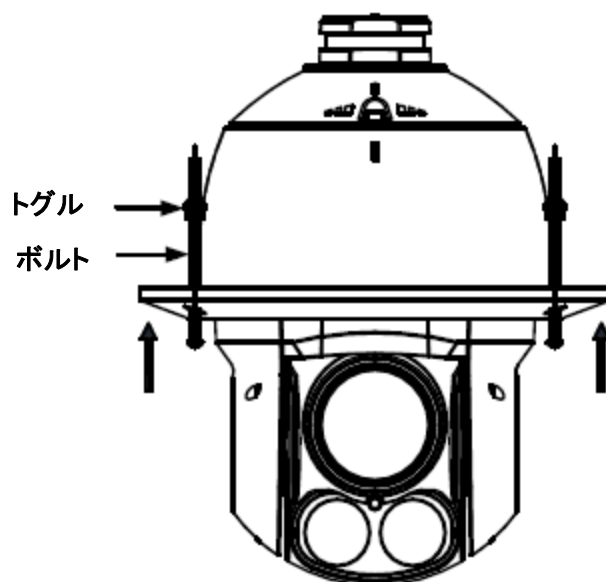

図 1-26 トグルボルトの取り付け
- 4) 図 1-26 に示すように、トグルを再インストールします。